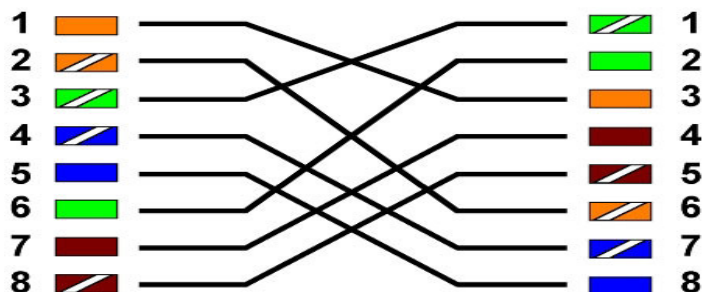

Figure 4 Network cables diagrams (Crossover and Straight)
- Для подключения к сетевому роутеру, хабу или свитчу (router, hub, switch) применяется так называемый сетевой прямой кабель (Straight cable), смотрите рисунок **Figure.4**
- Для подключения непосредственно к сетевому разъему персонального компьютера применяется так называемый сетевой кросс-кабель (crossover cable), смотрите рисунок **Figure.4**